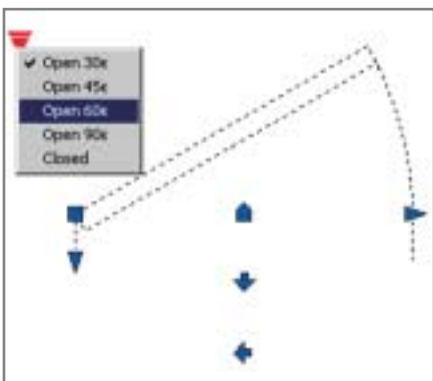

Рис. 19. Выбор реализации блока двери путем подбора угла открытия при помощи активного параметра *Visibility*
- **Параметр состояния видимости (Visibility Parameter)** — управляет видимостью частей блока, позволяя задавать так называемые состояния видимости (Visibility State), причем в каждом из них показывать или скрывать любые части блока. Параметр обеспечивает возможность хранения в одном описании блока различных геометрических реализаций. На чертеже он отображается тем же значком, что и параметр табличного блока (рис. 19).